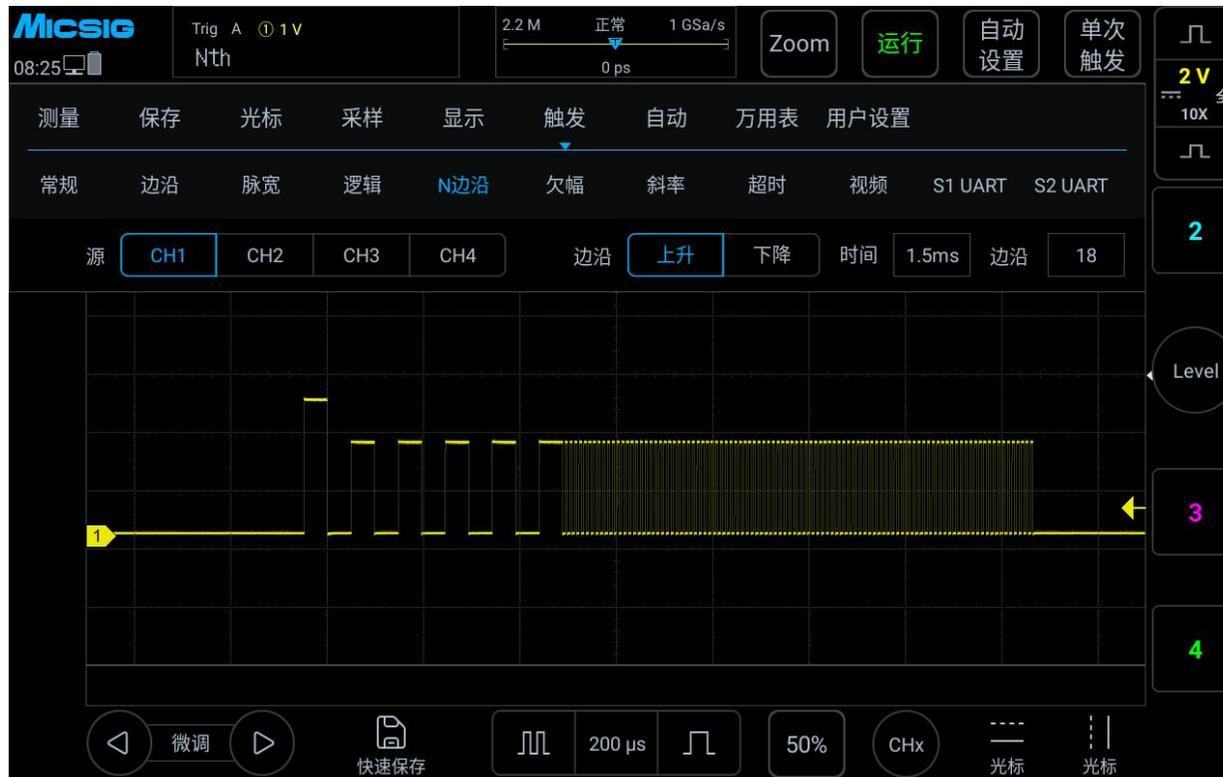

图 6-23 第 N 边沿触发菜单
- 1) 打开触发菜单，轻点“触发”打开触发菜单，在触发类型中选择N边沿触发，对N边沿触发进行如下设置，见图6-23：